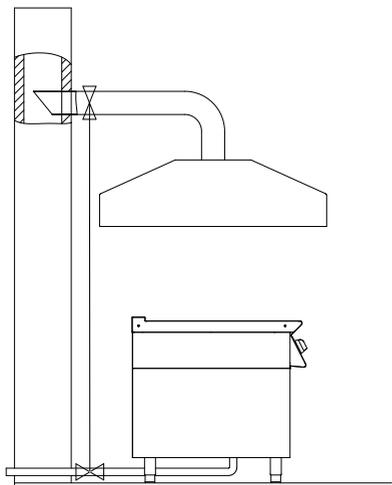

Fig. 4
- la parte terminal del conducto de evacuación del aparato debe colocarse en el interior de la proyección del perímetro básico de la campana (**Fig.4**).